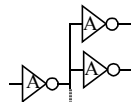

Figura 6c
- En la Figura 6c, supón que hay 2 puertas conectadas a la primera, y comprueba que cuando la entrada de la primera puerta es '1' (5V), y por tanto la de las otras es '0', es $\beta I_B \gg I_C$ en Q_0 de la primera puerta (debe estar en saturación). ¿Se cumple la condición si hay 40 puertas conectadas a la primera?